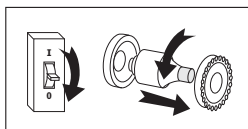

Abb.1
1. Ziehen Sie die Abdeckung des Gongs nach vorne ab (Abb.1).
2. Legen Sie den Montageort des Gongs an der gewünschten Stelle fest (mind. in 2,00m Höhe) und bohren Sie ggf. Löcher für die Befestigung. Achten Sie bei der Montage auf die im Gehäuse-Inneren mit einem Pfeil markierte Montagerichtung senkrecht nach oben (Abb.1).
6. Lösen Sie die Abdeckung des Transformators mit einer viertel Drehung gegen den Uhrzeigersinn (Abb.1) und nehmen Sie diese ab. Schließen Sie die Adern des Netzkabels an die Anschlussstellen des Transformators an (Abb.2).